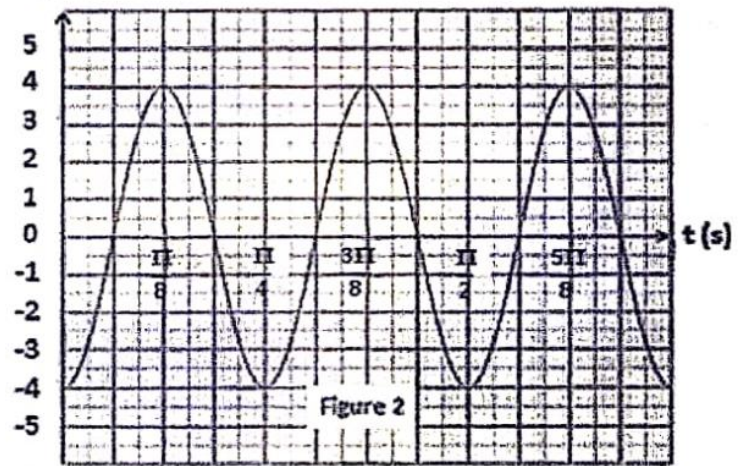

Figure 2
A l'aide d'un dispositif approprié, le groupe d'élèves a enregistré les variations de l'abscisse x en fonction du temps (figure 2).
3.1.3.1 Déterminer en exploitant la courbe $x = f(t)$ (figure 2), l'élongation maximale (X_m), la période propre (T_0) et la phase à l'origine (φ). (0,75 pt)
3.1.4 Par un système d'acquisition des données, un élève enregistre les variations de l'élongation x_G au cours du temps (figure 2).
sans vitesse initiale. Par un dispositif approprié, on enregistre les courbes représentant les variations de l'énergie potentielle, E_p , et de l'énergie cinétique, E_c , du système (ressort-solide S) d'une part et de l'accélération du solide S d'autre part (figures 2 et 3). Sur la figure 2, chacune des courbes C_1 et C_2 est une sinusoïde de période T (Il n'est pas demandé de rendre ces courbes avec la copie).
3.5.1 Sur la figure 2, identifier la courbe représentant les variations de l'énergie potentielle E_p et celle représentant les variations de l'énergie cinétique E_c . (0,5 pt).
3.5.2 En utilisant l'équation horaire et l'une des courbes de la figure 2, déterminer la valeur de la constante de raideur k du ressort utilisé. (0,75 pt).